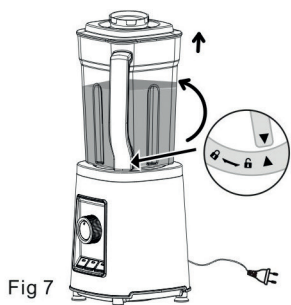

Fig 7
- Sluk for blenderen efter endt brug ved at dreje funktionsvælgeren (14) til OFF og tage stikket ud. Fig. 7.